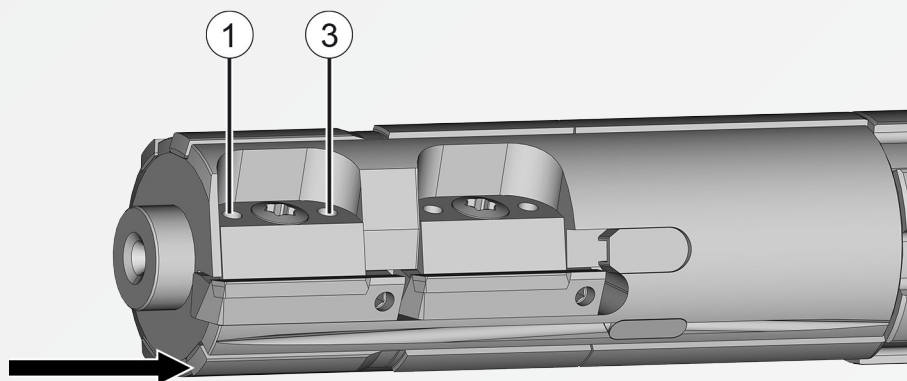

Fig. 8: Vue de profil du patin de référence
3. Amenez les deux palpeurs au contact du patin de référence. Le patin de référence est le premier patin de guidage après l'arête de coupe dans le sens de rotation (voir flèche figure 8). Appliquez la précontrainte spécifique aux palpeurs sur le patin de référence et réinitialisez les deux palpeurs.